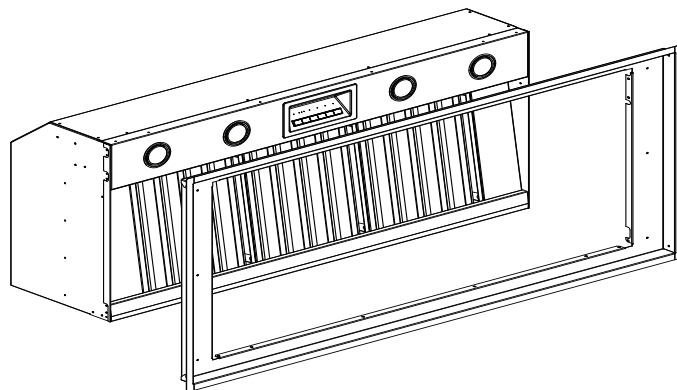

Figure 2 : Installation du revêtement protecteur
1. Faites glisser le revêtement dans la hotte (Figure 2).